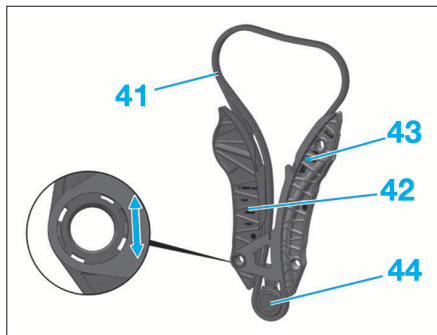

FIG. 18
• Assembler sur les guides (42) et (43) :
- le guide tendeur (42)
- le guide fixe (43)
- la chaîne de distribution (41) et le pignon de distribution (44) (Fig.18).
• Présenter l'ensemble (41), (42), (43) et (44) par dessus la culasse.